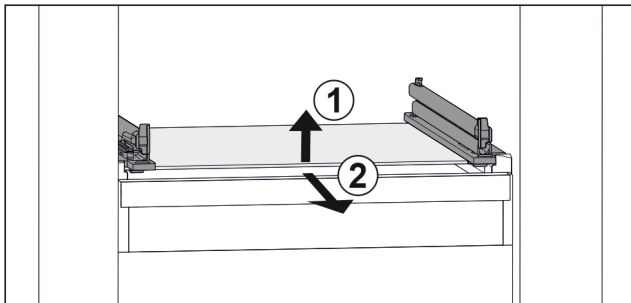

Fig. 34 Primjerni prikaz staklene ploče
- ▶ Staklenu ploču podignite srijeda. Fig. 34 (1)
- ▶ Izvadite staklenu ploču prema naprijed. Fig. 34 (2)